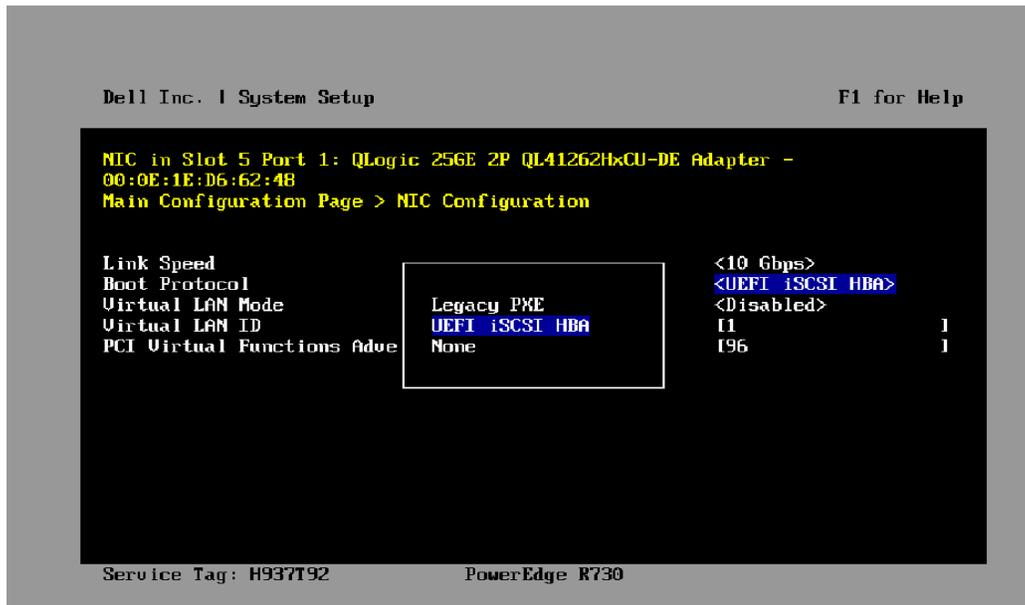

Abbildung 9-5. Systemeinrichtung: NIC-Konfiguration, Boot-Protokoll
5. Wählen Sie auf der Seite „NIC Configuration“ (NIC-Konfiguration) (Abbildung 9-5) die Option **Boot Protocol** (Boot-Protokoll) aus, und drücken Sie dann auf die EINGABETASTE, um **UEFI iSCSI HBA** auszuwählen (dafür ist der NPAR-Modus erforderlich).